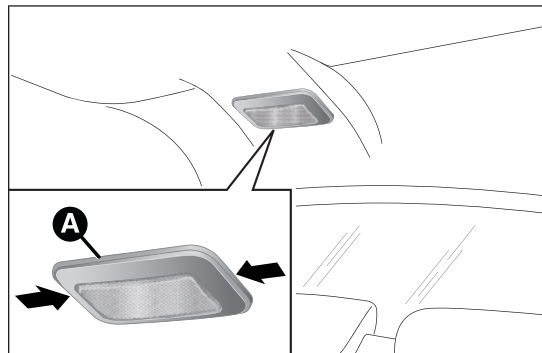

fig. 141
- intervenir sur le point indiqué par la flèche et enlever le plafonnier A fig. 141 ;